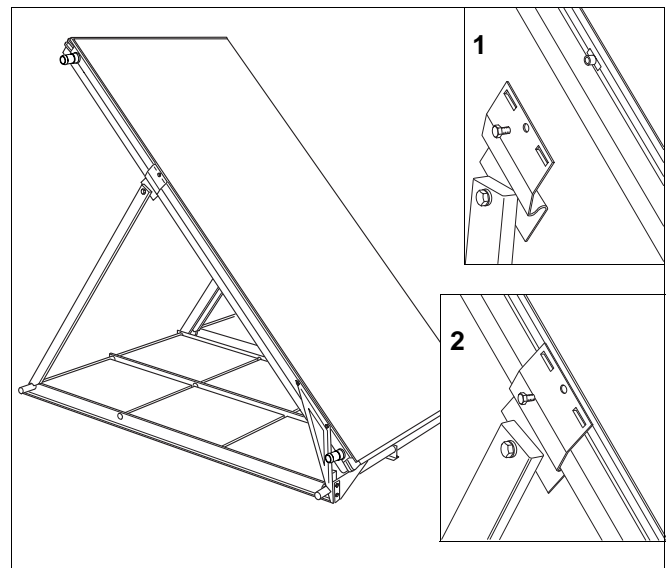

Abb. 17 Oberen Kollektorhalter befestigen
- Kollektor schwenken und ihn langsam zwischen den oberen Kollektorhaltern ablassen. Kulissensteine in die richtige Position hinter die Halter schieben (Abb. 17, Pos. 1).
- Durch leichten Druck auf den Kollektor rasten die oberen Kollektorhalter in die Nut an den Kollektorseiten ein. Halter anschließend mit den beiliegenden Schrauben M 6 x 10 an den Kulissensteinen festschrauben (Abb. 17, Pos. 2).